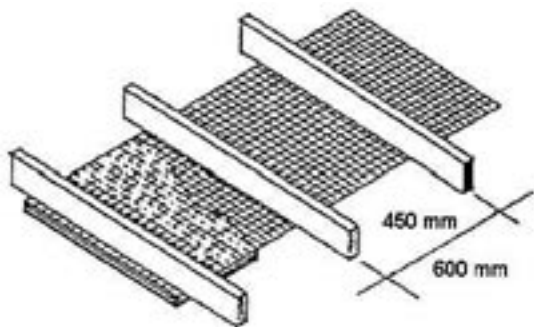
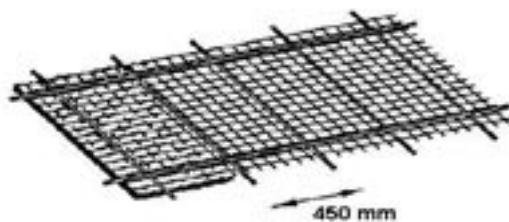

Fig. 6a
Fig. 7
- revêtement de plafond : la distance maximale entre deux appuis en bois ou en métal (par ex. Poutrafil®) s'établit à 45 cm pour STUCANET® S, S-E et S-H et à 60 cm pour STUCANET® 80 (voir les figures 6a et b). Dans le cas d'une ossature en fers à béton (diamètre min. de 8 mm) cette distance maximale s'établit également à 45 cm (voir la figure 7).